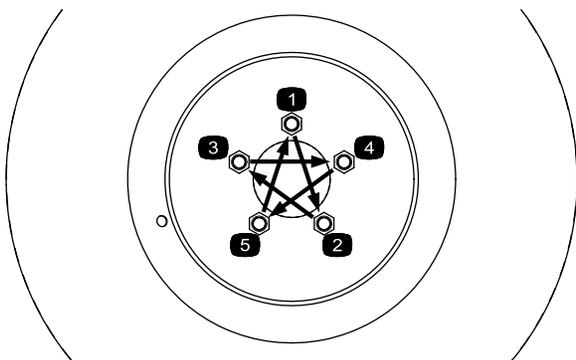

Figura 9
4. Vuelva a instalar los neumáticos traseros y apriete las tuercas de ruedas a entre 94 y 122 Nm, siguiendo un patrón cruzado (Figura 9).